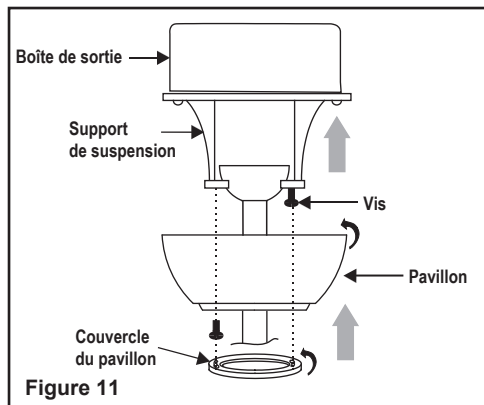

Figure 11
Étape 2. Remontez le pavillon par-dessus le support de fixation et placez le trou de serrure dans le pavillon par-dessus la vis du support de fixation, puis tournez le pavillon jusqu'à ce qu'il s'insère en place dans la section étroite des trous de serrure. (Fig. 11)